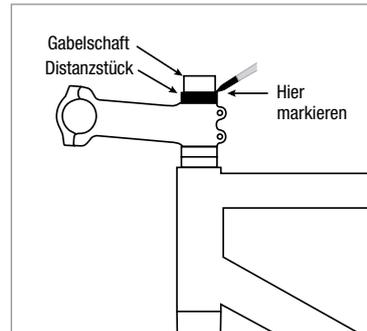

Abbildung 6
8. Fügen Sie ein 10 mm Distanzstück über der Vorbaufixierung hinzu und verwenden Sie einen Filzstift mit feiner Tinte, um den Gabelschafteingangsöffnung entlang der Oberkante des Distanzstücks zu markieren, falls Gabelschafteingangsöffnung übersteht (Abbildung 6).